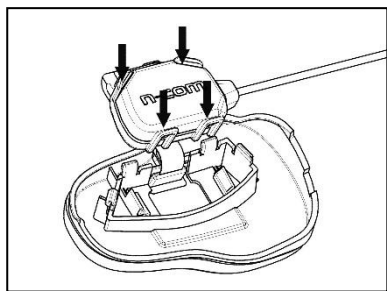

Fig. 1
2. Lösen Sie mithilfe eines Torx-Schraubenziehers die beiden Schrauben der Plastikabdeckung (Abb. 1).
2. Gently widen the four closing clips (Fig. 1).
2. Allargare delicatamente le quattro clip di chiusura (Fig. 1).